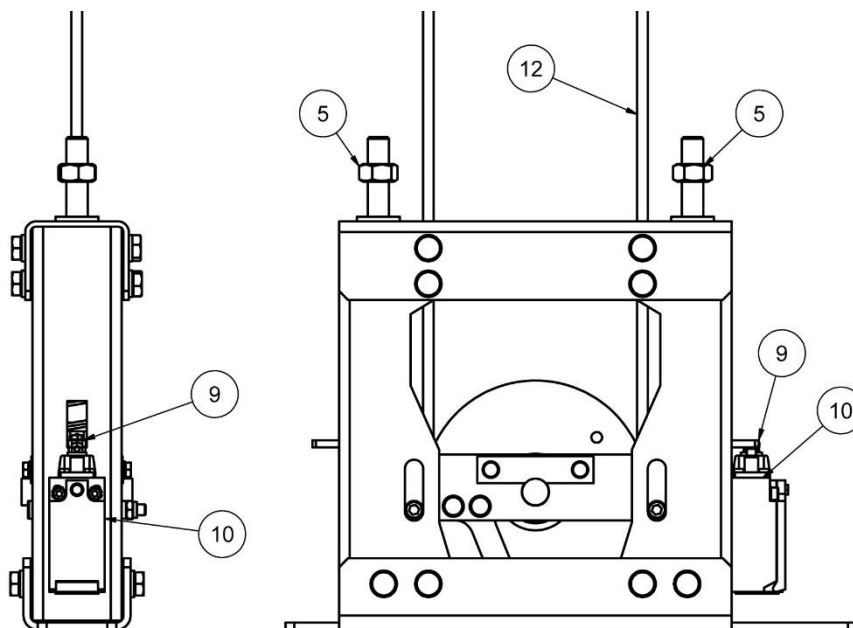

Abbildung 20: Nicht richtig gespanntes Seil
Wenn nach dem völligen Losschrauben der Muttern (5) festgestellt wird, dass das Betätigungselement des Entspannungskontakts (9) den Entspannungskontakt (10) berührt oder fast berührt (siehe Abbildung 20), ist das Seil (12) von den Seilklemmen (14) zu lösen und das freie Ende des Seils ist erneut nachzuspannen.